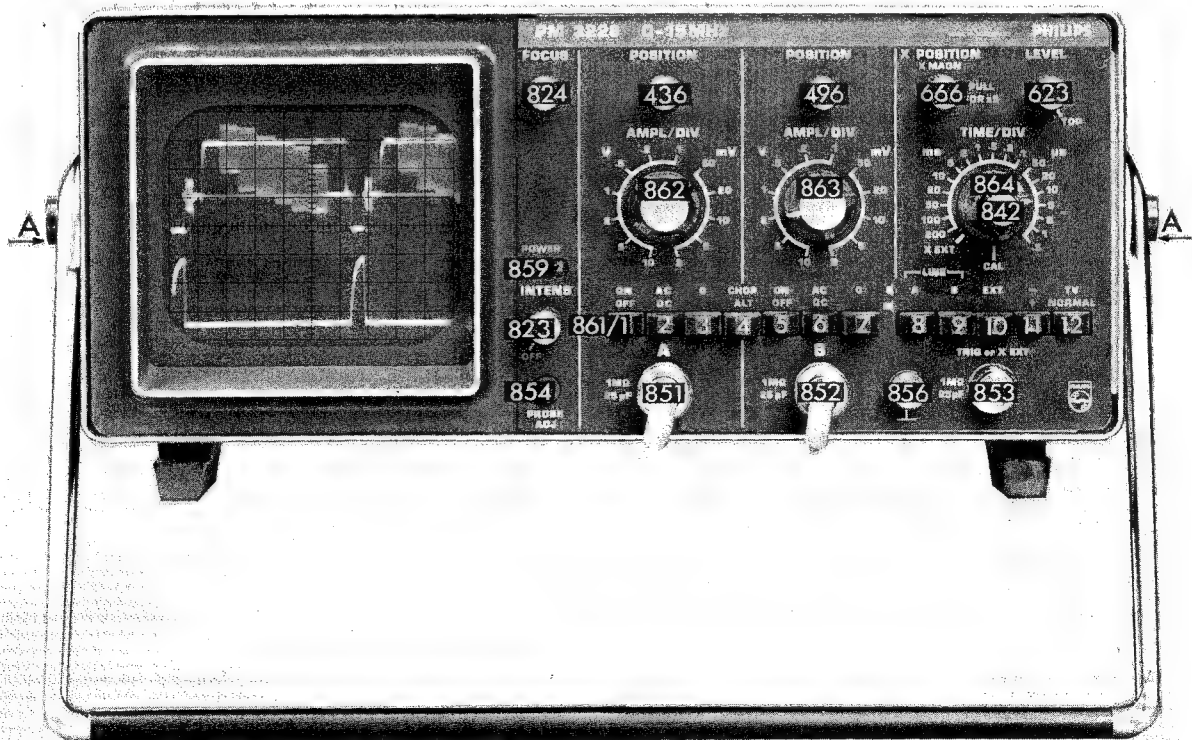

Fig. 2.2. Vue avant illustrant commandes et douilles
L'appareil doit être placé horizontalement ou incliné après avoir pivoté l'étrier-support. Pour déposer le poignée, enfoncer les deux boutons centraux de pivotement A (voir Fig. 2.2.).
2.1.6. Commandes et douilles (Fig. 2.2.)
- pivoter la poignée du couvercle avant. Pour ce faire, enfoncer les deux boutons A (voir Fig. 2.2.).